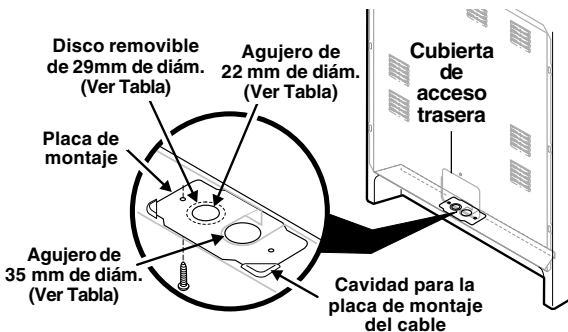

Fig. 9
Consulte la Tabla del Tamaño de la Abertura de Conexión de la Estufa (Figs. 9 y 10) para la información sobre los amperes del juego de cordón de cable. Los bornes en los extremos de los alambres deben ser de anillo cerrado u horquillas abiertas con extremos dirigidos hacia arriba.
Se debe retirar la cubierta de acceso trasera (Fig. 9). Para retirar, afloje el tornillo central (un tornillo) y retire la cubierta de acceso. Así se puede tener acceso al tablero de bornes.
**NOTA:** La estufa es embarcada de la fábrica con un agujero de 1-3/8" de diámetro como se muestra. Para usar ya sea el agujero de 7/8" de diámetro o los discos removibles de 1-1/8" de diámetro. Ver la Fig. 9.
1. Siga las instrucciones de instalación del fabricante suministradas con el sujetacable e instale (Además vea las Figs. 9, 10 y 11).
5. Asegúrese de que todas las tuercas estén firmemente apretadas y vuelva a colocar la cubierta de acceso trasera (Ver Fig. 9).
3. Asegúrese de que todas las conexiones estén firmemente apretadas y vuelva a colocar la cubierta de acceso trasera (Ver Fig. 9).
5. **(Conexiones permanentes trifilares y tetrafilares)** Asegúrese de que todas las tuercas estén firmemente apretadas y vuelva a colocar la cubierta de acceso trasera (Ver Fig. 9).